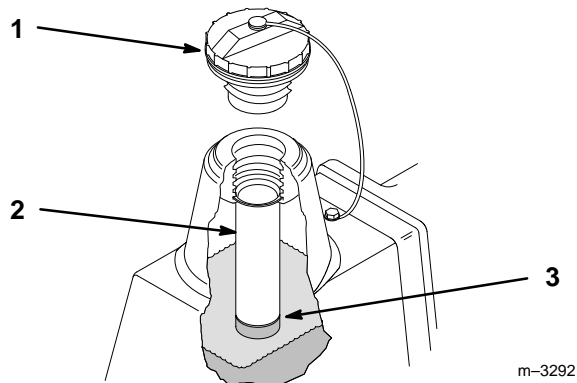

Figure 43
2. Nettoyer tout autour du goulot de remplissage du réservoir de liquide hydraulique (Fig. 43).
3. Retirer le bouchon du réservoir et regarder dans le goulot pour contrôler le niveau du liquide. Le liquide doit arriver au-dessus du bas de la grille (Fig. 43).
4. Si le niveau est insuffisant, rajouter du liquide pour que le niveau arrive au-dessus du bas de la grille (Fig. 43).